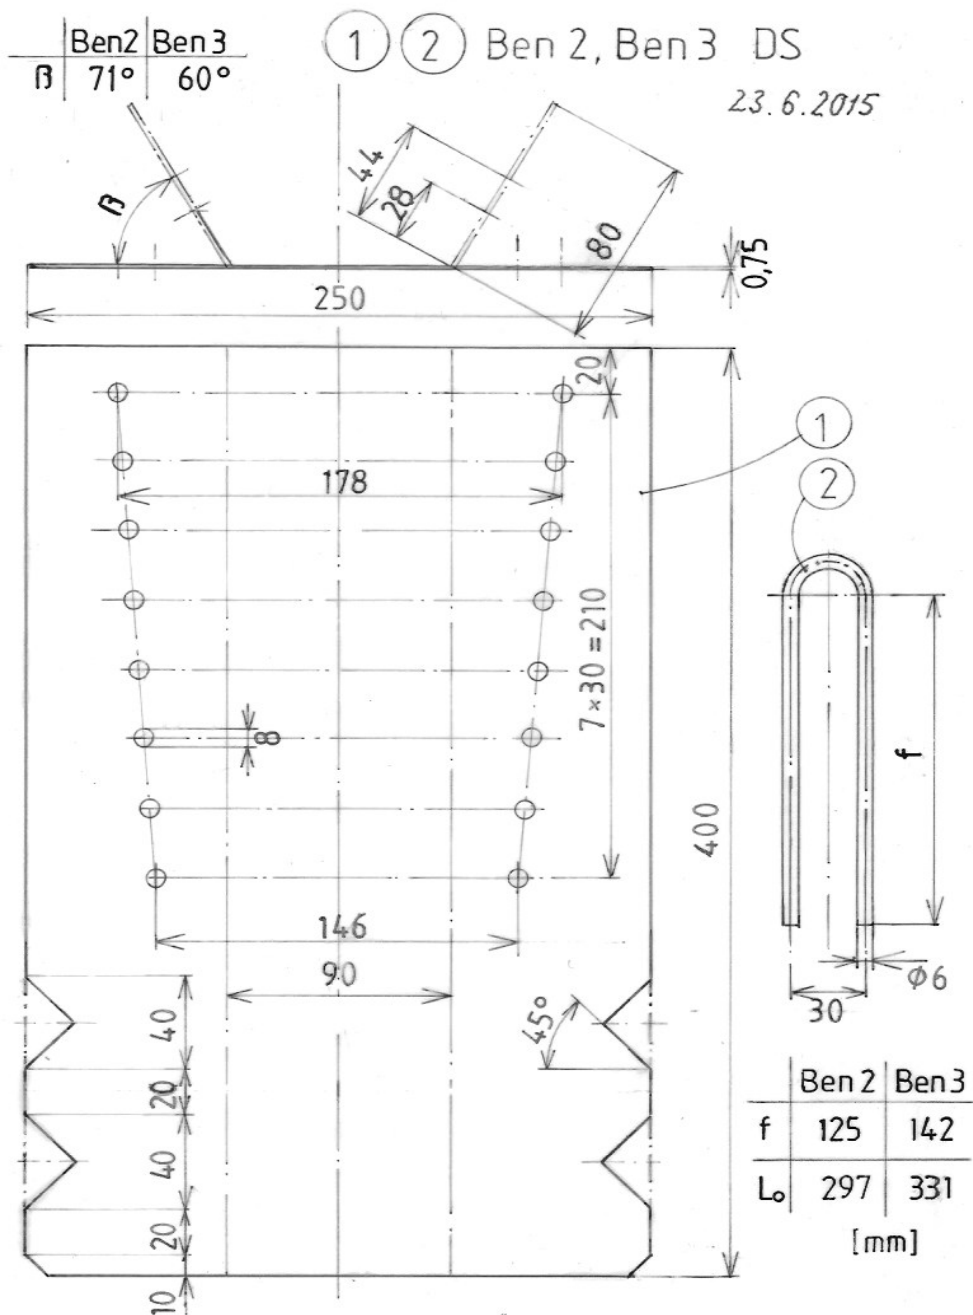

Fig. 2. Detalles Ben 2 y Ben3: bandeja de ceniza (1) y parilla (2)
- Fig. 2. Detalles Ben 2 y Ben 3: bandeja de ceniza (1) y parilla (2)